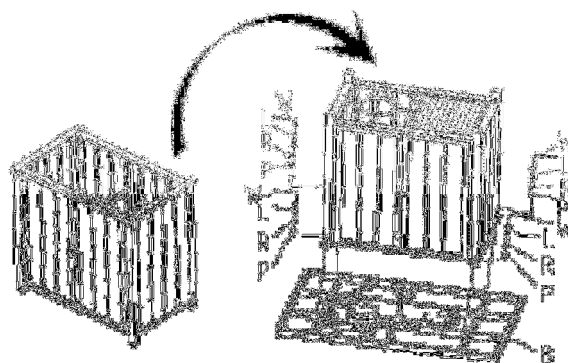

Figura 5
5. Gire el bastidor montado y fije a la parte superior (B) con 4 tornillos $\frac{1}{4}$ in x 30 mm (L), 4 arandelas planas (P) y 4 arandelas de resorte (R) con la llave Allen (W) (Ver la figura 5)